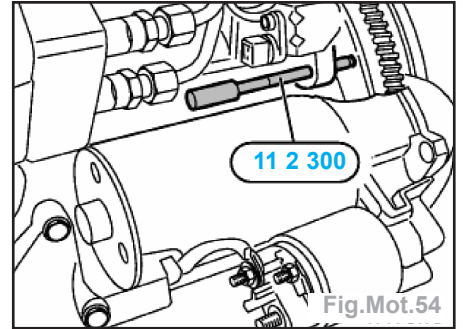

Fig.Mot.54
- Fixer le volant moteur au **PMH** à l'aide de l'outil [11 2 300] (Fig.Mot.54).